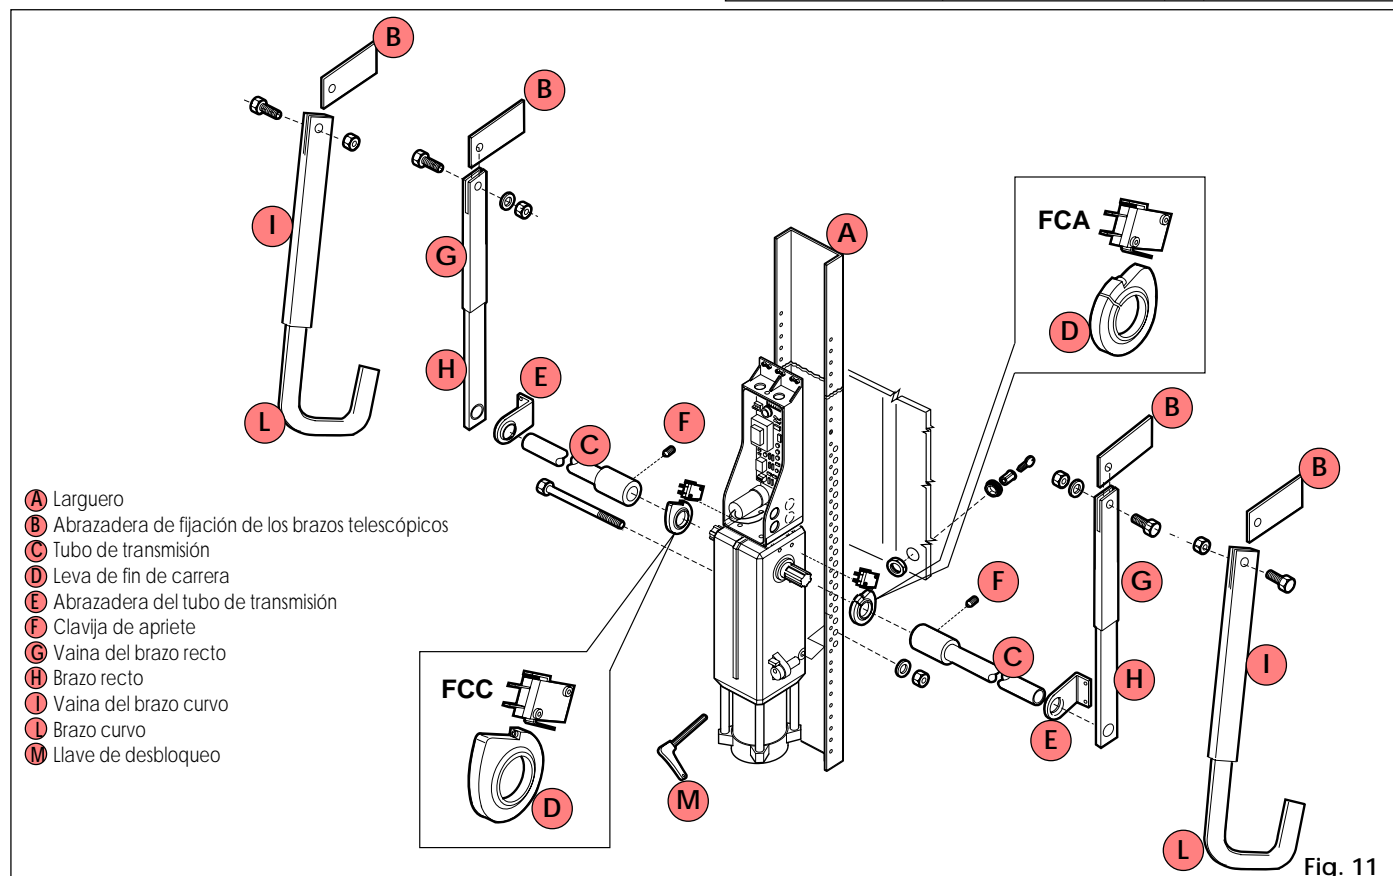

Fig. 11
3) Fijar el equipo al larguero utilizando los tornillos que se suministran con el mismo, como puede verse en la Fig. 11.
En el caso de que los brazos sean curvos y con instalación superpuesta, se pueden soldar los soportes directamente sobre los brazos de la puerta. Fijar las vainas de los brazos telescópicos a los soportes con los pernos y los tornillos que se adjuntan tal como puede verse en la Fig. 11.
➤ Si se utilizan microinterruptores (opcionales), insertar primero las levas, como en la Fig. 11.